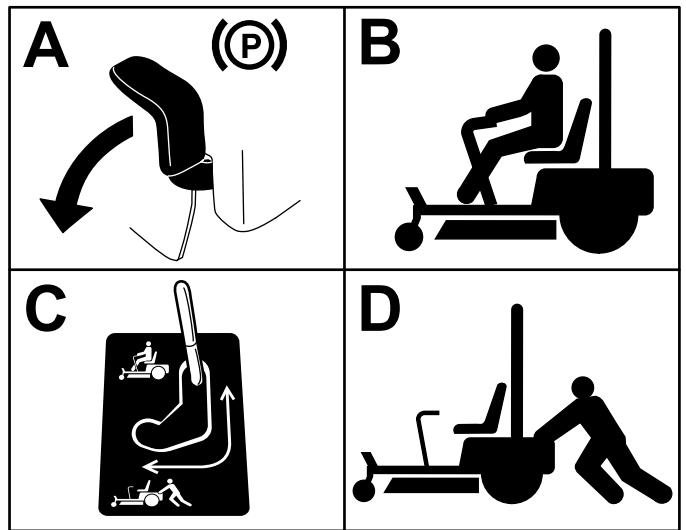

Figure 37
3. Pour pousser la machine, déplacez les leviers de dérivation en arrière et vers l'extérieur pour les bloquer en place comme montré à la Figure 37.